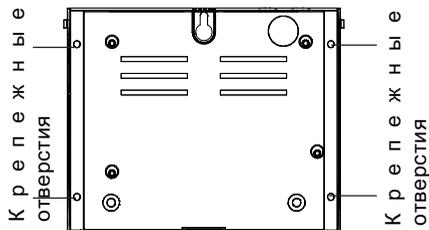

Рис. 11
4 отверстия (Ш 4мм) на выступе предназначены для крепления, если контроллер вставляется в стенку парной (Рис. 11 и 12).
4. Провода для ограничителей (белые) и для температурных датчиков (красные) (Рис. 11) подсоединить к плате датчика, затем плату датчика поставить в корпус.